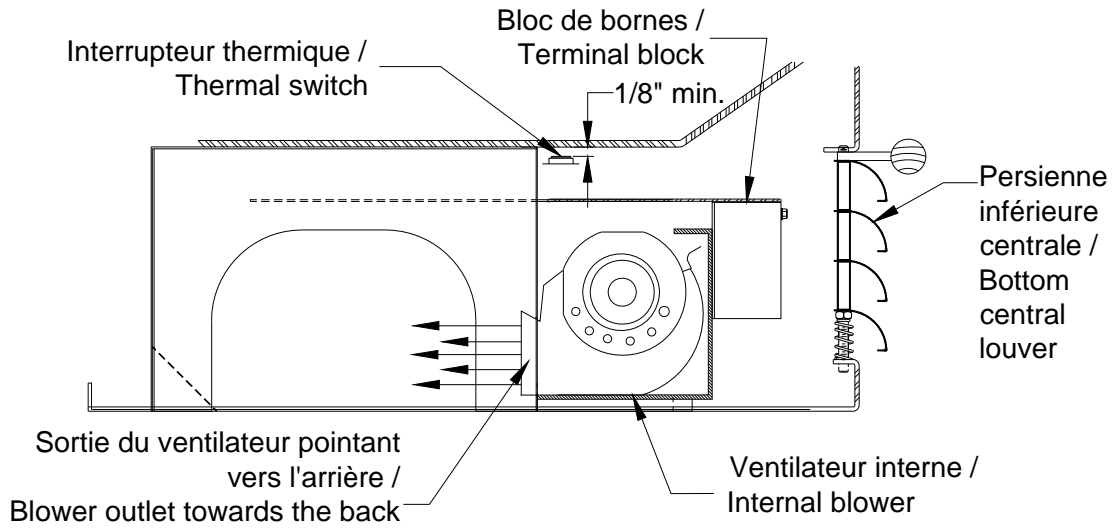

Figure 3 Installation dans tous les foyers Deltas / Installation in all Delta fireplaces
4. Pass the blower through the bottom louver opening so that the outlet is on the bottom and facing towards the back (see Figure 3).
4. Insérez le ventilateur à travers l'ouverture de la persienne inférieure de façon à ce que la sortie du ventilateur soit vers le bas et pointe vers l'arrière (voir Figure 3).